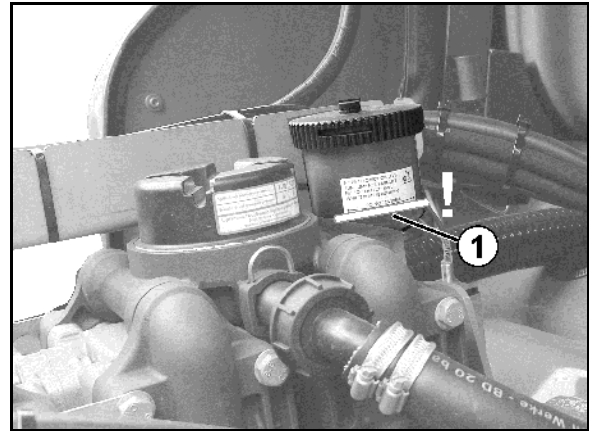

Fig. 150
2. Gegebenenfalls bei nicht laufender Pumpe Öl nachfüllen (maximal bis zur Markierung (Fig. 150/1)).
5. Antriebswelle wechselweise nach rechts und links drehen und neues Öl langsam auffüllen. Die korrekte Ölmenge ist eingefüllt, wenn das Öl an der Markierung (Fig. 150/1) sichtbar ist.